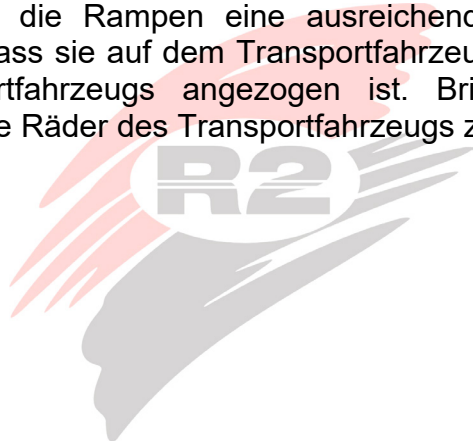

Abb. 6
- Standardgerät: Befestigen Sie das Gerät an der Hebevorrichtung, indem Sie die entsprechende Öse verwenden, die an der Halterung des Walzenreglers befestigt ist (Abb. 6 und 6a).